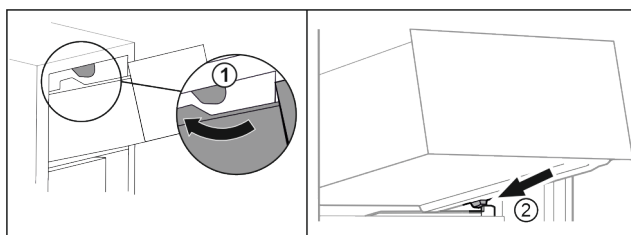

Fig. 98
- ▶ Guider le tiroir en contournant les butées supérieures. Fig. 98 (1)
- ▶ Placer le tiroir, en l'inclinant, derrière les butées inférieures sur la nervure de récipient. Fig. 98 (2)